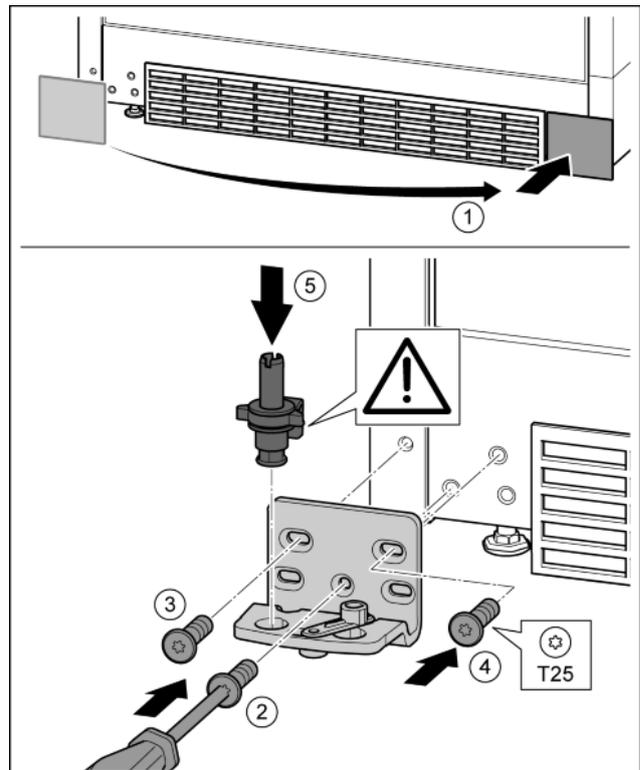

Fig. 16
- ▶ Enlever le cache et le mettre de l'autre côté. Fig. 16 (1)
- ▶ Poser le support de palier de l'autre côté et le visser à l'aide d'un tournevis T25. Commencer par la vis 2 en bas au milieu. Fig. 16 (2)
- ▶ Visser les vis 3 et 4. Fig. 16 (3, 4)
- ▶ Mettre en place l'axe de palier complet. Veiller à ce que l'ergot d'enclenchement soit orienté vers l'arrière. Fig. 16 (5)